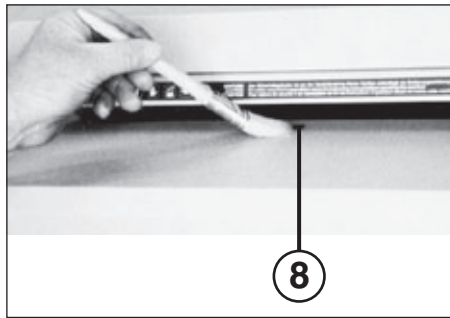

Fig. 4
8 = Lichtsluis (vooruitdraaien) (Fig. 4)
FOTOCELLEN SCHOONMAKEN (8) (Fig. 4): Mochten er stukjes papier in de machine achtergebleven zijn (bijv. na een papierdoorvoerstoring) is het mogelijk dat het apparaat door de "bezette" lichtsluis niet meer uitschakelt.